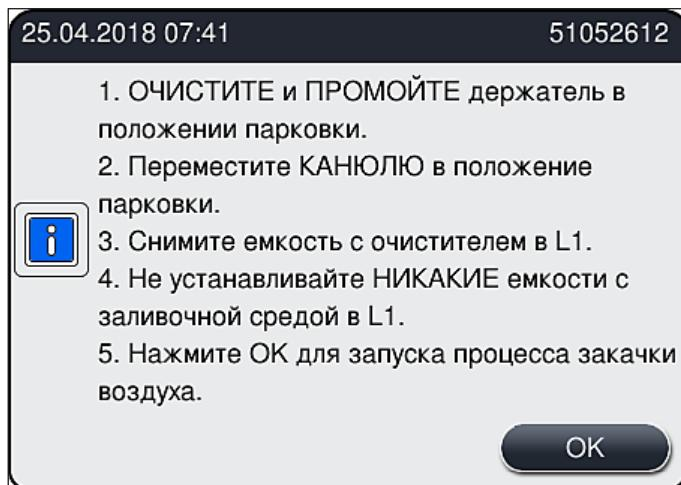

Рис. 105
4. Ознакомьтесь со следующим информационным сообщением (→ Рис. 105), содержащим инструкции, и подтвердите его нажатием на **OK**.